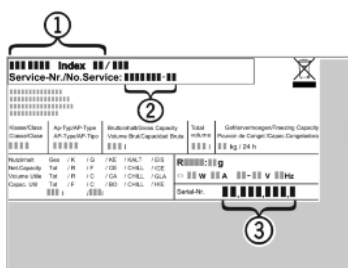

Fig. 10
- ▶ Z typového štítku odčítajte označenie zariadenia Fig. 10 (1), servisné č. Fig. 10 (2) a sériové č. Fig. 10 (3). Typový štítek je na ľavej vnútornej strane zariadenia.
- ▶ Upovedomte zákaznický servis a oznámte chybu, označenie zariadenia Fig. 10 (1), servisné č. Fig. 10 (2) a sériové č. Fig. 10 (3).